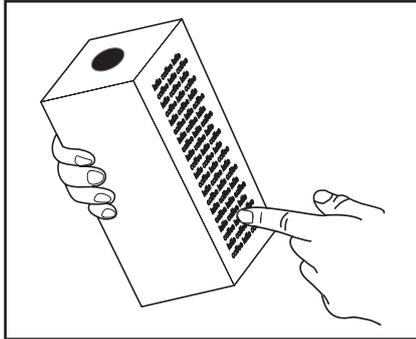

Fig. 1
- Conservare i pacchetti del prodotto per caffè o tè come descritto sul pacchetto (fig. 1).